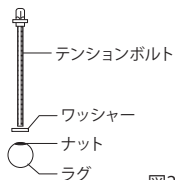

図2
2. フープにテンションボルト (R) を通し、ラグのラグナットにネジ込みます (図2)。